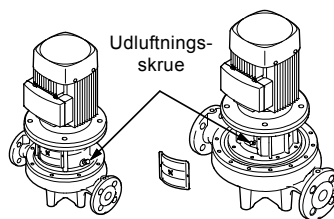

Fig. 15 Udluftningsskruens placering
1. Luk afspærringsventilen på afgangssiden, og løsn udluftningsskruen på topstykket. Se fig. 15.
2. Løsn udluftningsskruen. Se fig. 15.
3. Udluft pumpen under opstarten ved at løsne udluftningsskruen i topstykket indtil der kommer en jævn strøm af væske ud af udluftningshullet. Se fig. 15.